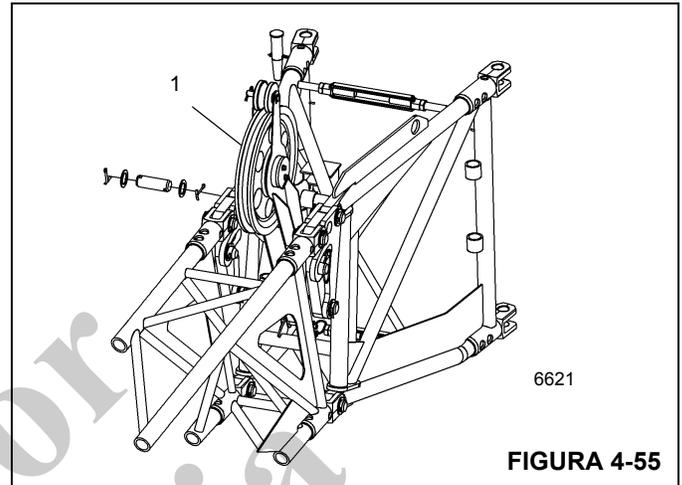

**FIGURA 4-54**
- Coloque el interruptor limitador de elevación (2) en el grillete (1) y fíjelo con un pasador de retención (Figura 4-54).
- Conecte el interruptor limitador de elevación al receptáculo (3).
- Cuando esté almacenando, cierre el receptáculo (3) con la tapa protectora.